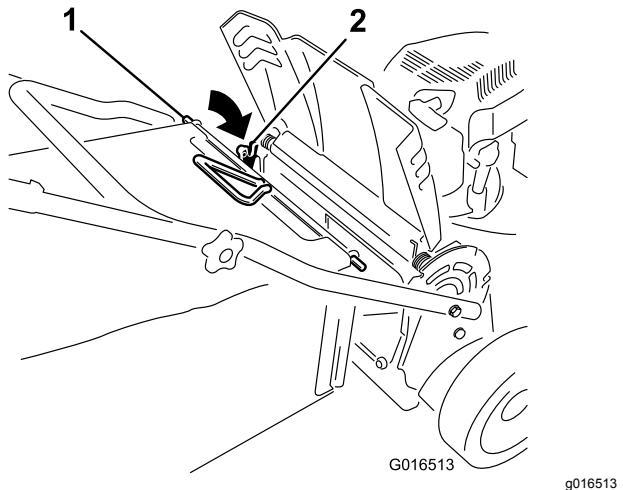

Figura 27
- Instale la varilla de la bolsa en las muescas de la base del manillar, y mueva la bolsa hacia adelante y hacia atrás para verificar que la varilla está asentada en el fondo de cada muesca; consulte Figura 27.